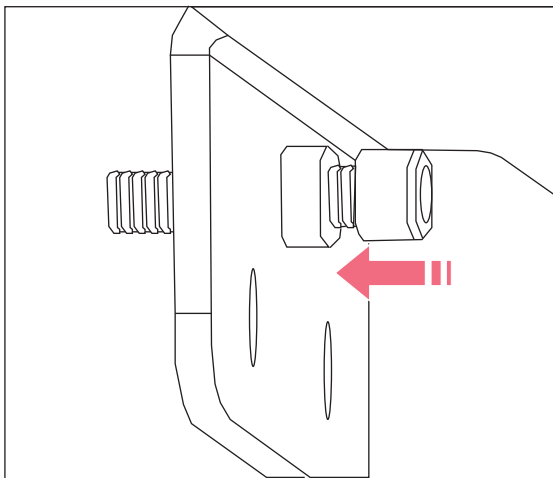

Fig. 4-14: Vite
2. Inserire la vite come indicato (vedi Fig. 4-14 a pag. 31).